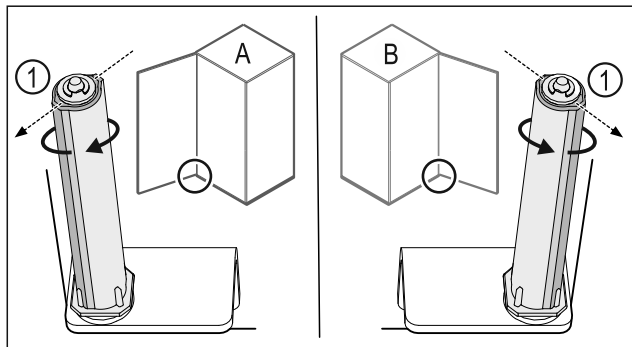

Fig. 45 Levo omejilo (A) / desno omejilo (B)
- ▶ Obrnite zaporni sistem proti uporabi, dokler ni mostiček zapornega sistema Fig. 45 (1) obrnjen navzven.